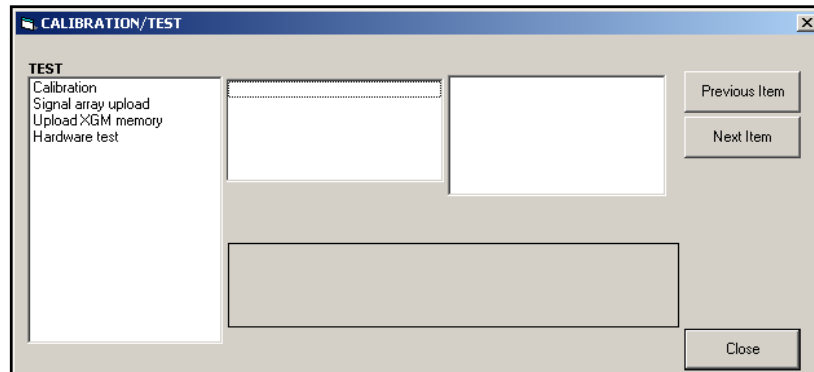

Figura 10: Menú Calibración/Prueba
5. Para introducir datos en el programa de usuario, haga doble clic en el menú *Calibración/Prueba*. Aparece una ventana similar a *Figura 10*.
1. En el menú *Calibración/Prueba* (véase Figura 10 en la página 38), haga doble clic en la entrada *Calibración* para abrir la opción.
Para calibrar cualquier tarjeta opcional instalada en la ranura 1 del XGF868i, acceda al menú *Calibración/Prueba* como se muestra en la *Figura 10 en la página 38*.